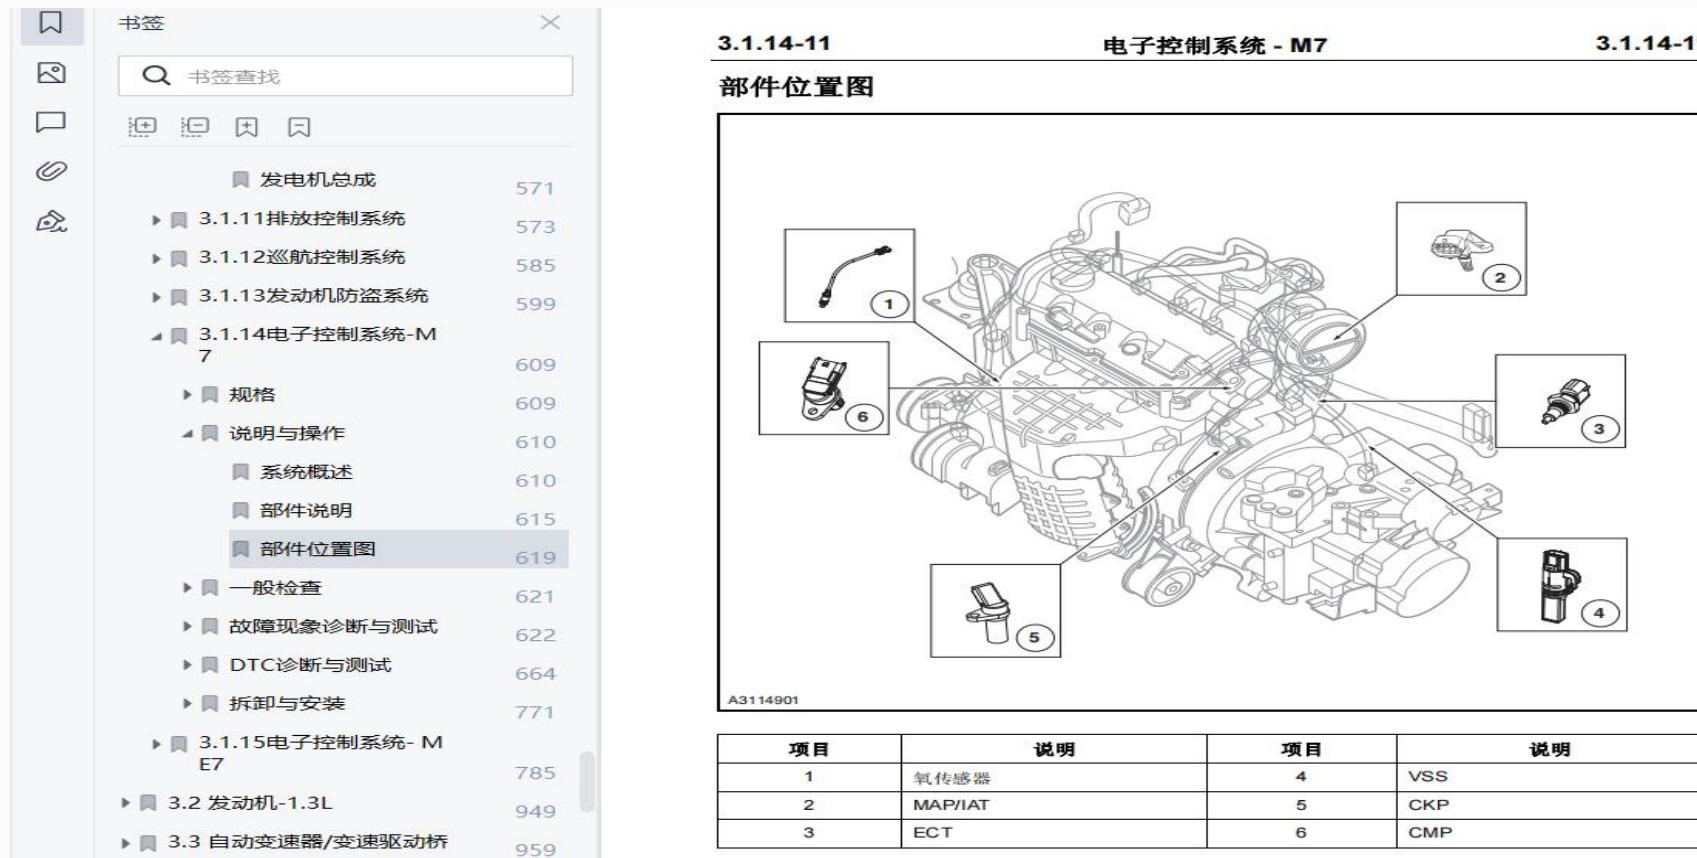

图1-22 查询凸轮轴位置传感器的位置
(4) 点击目录部件位置图，查询CMP在发动机上的位置，如图1-22所示。